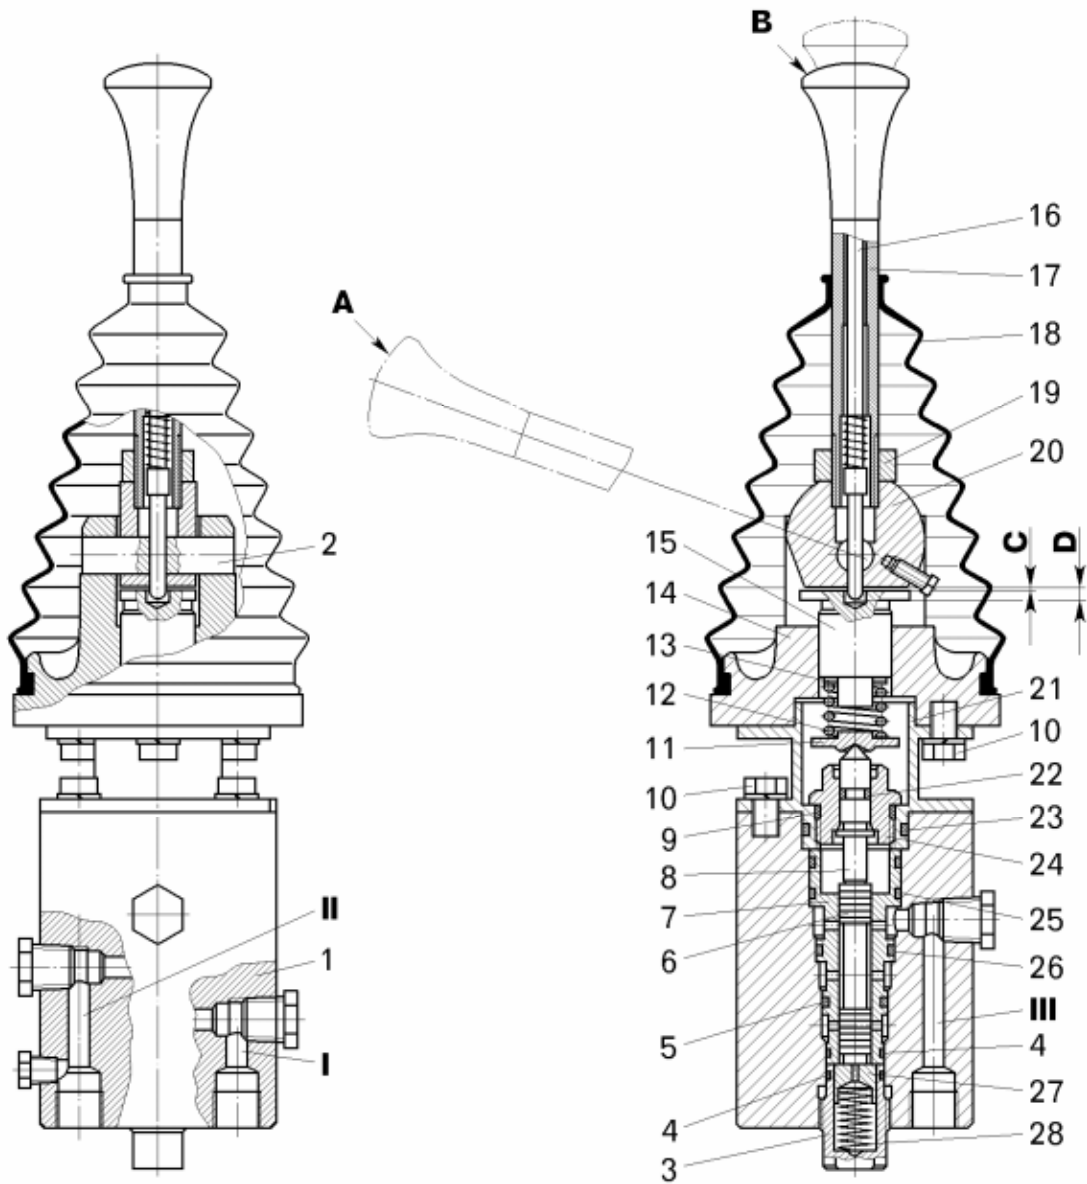

Рисунок 12.23 – Кран управления стояночной тормозной системой:
- отвернуть болты 10 (рисунок 12.23) и снять крышку 14 крана в сборе с толкателем 15, осью 2, фиксатором 16, рычагом 17, защитным чехлом 18, кулачком 20 и гайкой 19 со стакана 21;
- завернуть рычаг 17 с фиксатором 16 и гайкой 19 в отверстие кулачка 20 так, чтобы фиксатор 16 вошел в отверстия оси 2 и толкателя 15. При этом размер D (смотри рисунок 12.23) должен быть 6 – 7 мм;
Размер С (смотри рисунок 12.23) должен быть 0 – 0,3 мм и обеспечивается подбором регулировочных шайб 13.